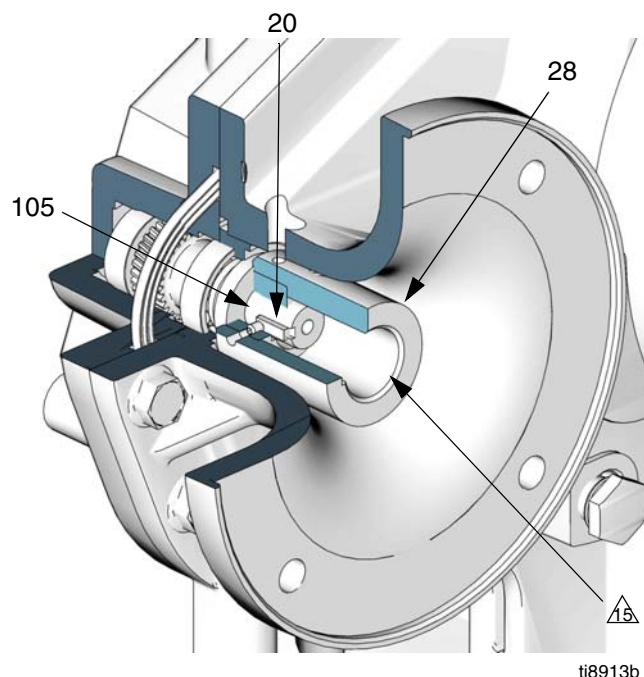

FIG. 23. Installation av motorkoppling
2. Se FIG. 23. Montera nyckeln (20) i den ingående axelns (105) nyckelföring. Montera de två låsskruvarna (31) i kopplingen (28) och se till att de inte inkräktar på kopplingens nyckelföring eller den ingående axelns hål.